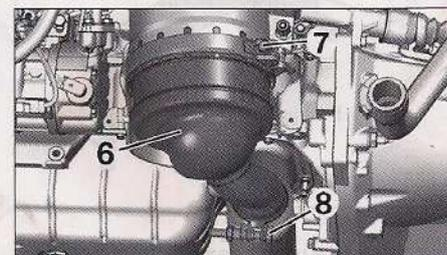
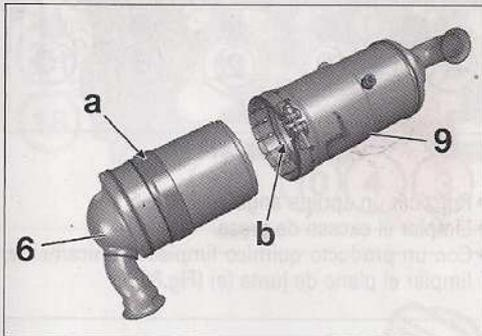

FIG. 72
FIG. 73
- Desmontar las tuberías de presión (4) y (5).
- Desmontar la abrazadera (8) (Fig.72).
- Desmontar la abrazadera (7), y extraer el filtro de partículas (6).
- Montaje (6) (Fig.73).
Montar el filtro de partículas (6) (fig. 73). Poner la ranura "a" del filtro de partículas (6) en el centro de las ranuras "b" (punto duro) del precatalizador (9) (Fig.72).